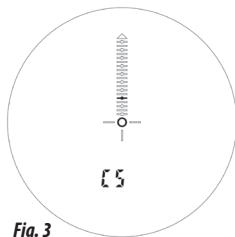

Fig. 3
4. Vuelva a pulsar el botón de encendido “Power”. En la pantalla se iluminará “C5” (o “C” con un número distinto) (*Fig. 3*). Alinee el círculo central del telémetro con el blanco “40 PIN” de la lámina de calibración (o con el blanco “60 PIN” si utiliza el otro lado de la lámina).